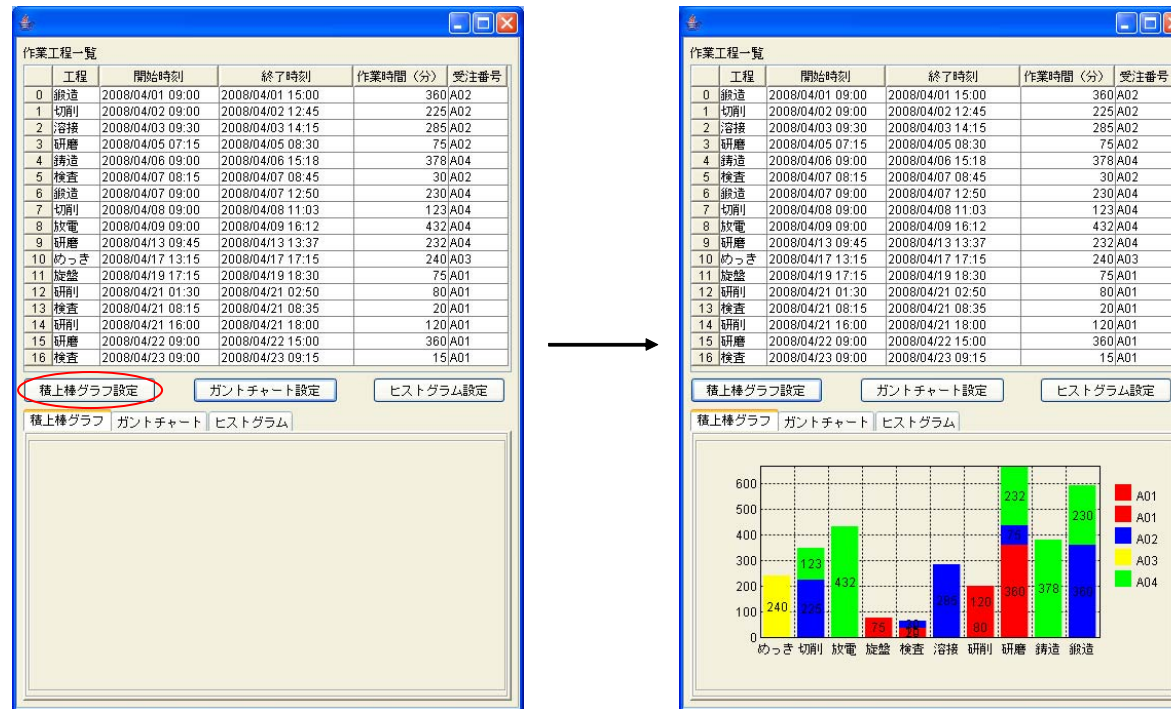
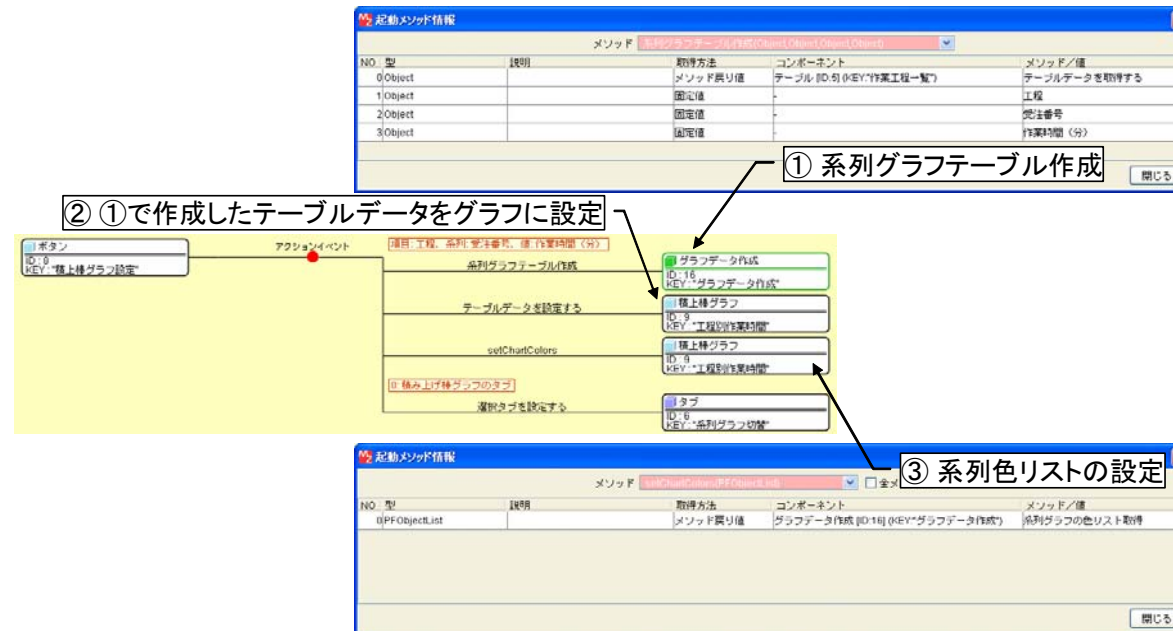

図 2 積上棒グラフの作成
図 3 積上棒グラフ設定部分のコンポーネント接続図
では、この動作がどのように行われているのか、ビルダー上のコンポーネント接続図をたどってみることにしましょう。[積上棒グラフ設定]ボタンをクリックすると、複合コンポーネントの「系列グラフテーブル作成(Object,Object,Object,Object)」メソッドを起動し、積上棒グラフ用のテーブルデータを作成します。第1引数は元となるテーブルデータで、図2で表示されているテーブルのデータです。第2引数が項目軸(横軸)を与える列名で、この場合は「工程」になります。第3引数は、それぞれの項目の内容を何によって色分けするか(系列)を示す列名で、「受注番号」を指定しています。第4引数がグラフに表示される数値データを与える列名であり、「作業時間(分)」となります(図3①)。このようにして作成された系列グラフデータを、[積上棒グラフ]コンポーネントに設定します(図3②)。そして、系列名(受注番号)が同じグラフは同じ色になるように、複合コンポーネントから系列色リストを取得し、それを[積上棒グラフ]コンポーネントに設定します(図3③)。